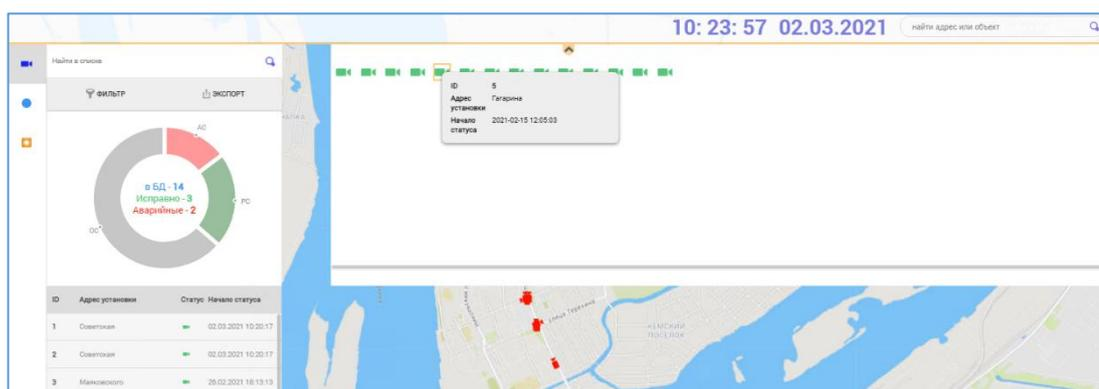

Рисунок 66 Информация о состоянии видеокамер
Элемент «Видеокамеры» позволяет получить дополнительную информацию в следующих компонентах (Рисунок 66):
- при наведении курсора мыши на условный знак видеокамеры (Рисунок 66) всплывает дополнительный компонент «Информация об объекте», в котором отображает данные об объекте (поля: id, адрес установки, начало статуса), а также подробную причину аварийного состояния для условного знака красного цвета (поле «Ошибка»).